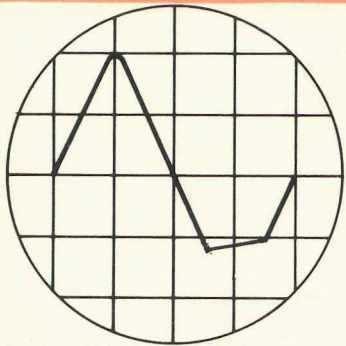

Fig. 14 - Forma d'onda leggermente clippata da un lato.
4) Ora si può collegare all'ingresso un segnale B.F. e misurare all'uscita la potenza. Per chi è in possesso di un oscilloscopio è molto utile regolare la tensione di mezzaria controllando la forma d'onda alla massima potenza come visibile in fig. 14 - 14a e regolare P5 per la minima distorsione.